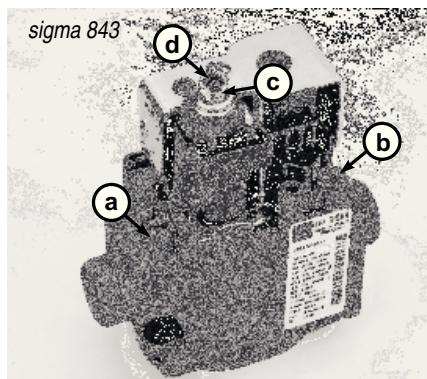

Рис. 14
10. Ослабьте винт измерительного места на выходе газового клапана GV1 Sigma 843 (рис.14/поз.а) и посадите U-шланг
1. Осторожным поворотом пластмассового винта (рис. 14 / d) с помощью крестовой отвертки дорегулируем на модуляторе газового клапана сниженную мощность согласно табл. 5.